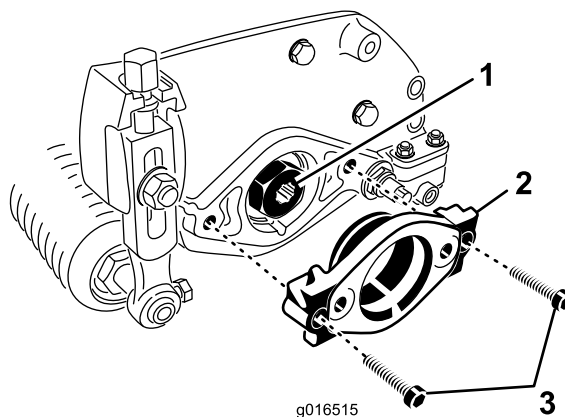

Figura 8
2. Remova os (2) parafusos de cabeça allen que prendem a montagem do motor à extremidade esquerda da unidade de corte. Remova a montagem do motor (Figura 8).
3. Aplique massa lubrificante no diâmetro interior do veio de saída da transmissão (Figura 8).